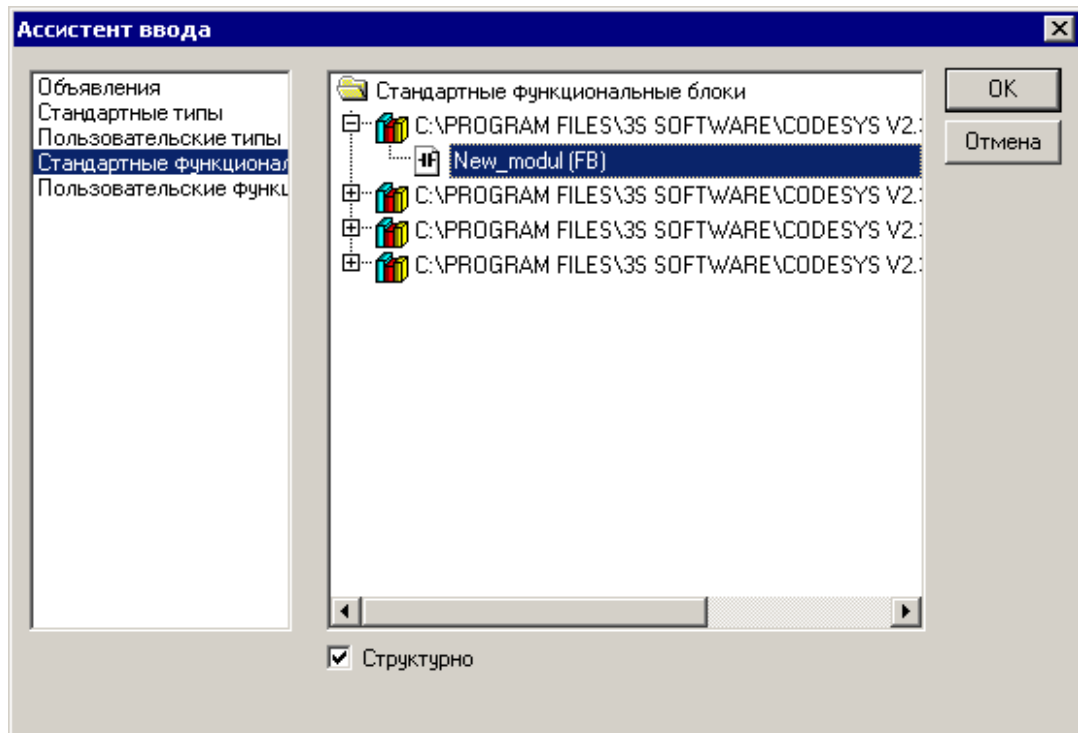

Рисунок 4.13
- 7) После этого новый функциональный блок отобразится в перечне доступных стандартных функциональных блоков окна «Ассистент ввода» и может быть добавлен в текущий проект аналогично тому, как это выполняется для функциональных блоков из состава поставляемых библиотек (см. раздел 4.2.4), см. рисунок 4.13.